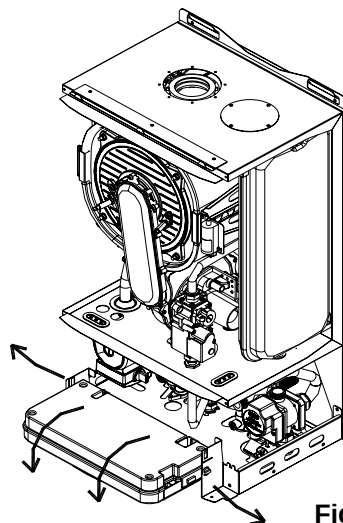

Fig. 5
- afferrare contemporaneamente le staffe supporto pannello comandi (fig. 5) e, allargandole, rovesciare il pannello ruotandolo verso il basso;